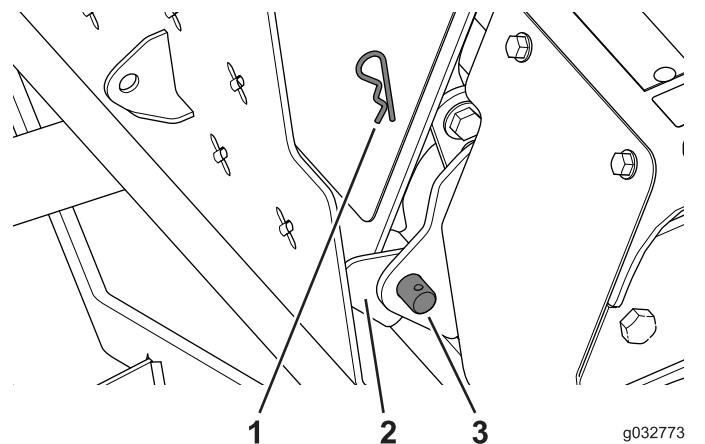

Figure 126
1. Fixez le plateau de l'utilisateur à l'aide de l'axe de pivot et de la goupille fendue, comme montré à la Figure 126.